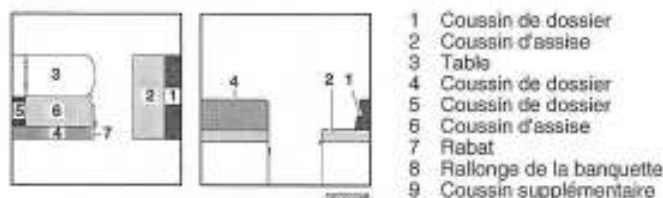

Fig. 99 Avant la transformation
- Agrandir la table (Fig. 99,3) et la transformer en sommier de lit (voir paragraphe 7.7).
- Tirer la poignée et ouvrir le portillon (Fig. 99,7).